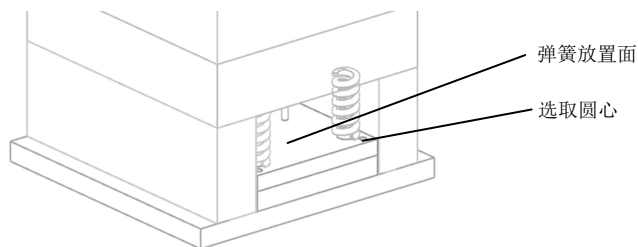

图 16-25 加载弹簧
- (4) 在装配图上选取顶针 A 板的表面为弹簧放置的平面。
- (5) 单击“确定”按钮，在工作区上方的工具栏中选取“整个装配”。
- (6) 在模架图上选取推杆边线的圆心。
- (7) 单击“应用”按钮，加载弹簧，如图 16-25 所示。
- (8) 采用同样的方法，创建其他 3 个弹簧。